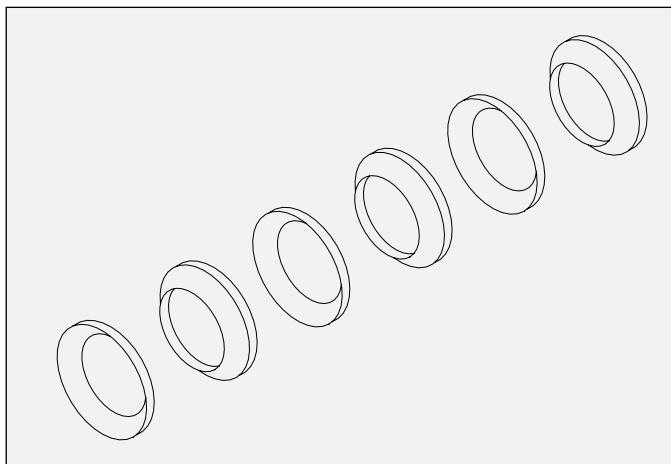

Figura 17: Sequência de montagem da anilha de mola
2. Aparafuse os quatro (4) vedantes chevron no eixo, lados côncavos para a frente (consulte a Figura 17).
11. Coloque as seis (6) anilhas de mola no eixo com as primeira, terceira e quinta com o lado côncavo (copo) virado para a frente. A segunda, quarta e sexta devem ter o lado côncavo virado para trás (consulte a Figura 17).
► Todas as seis (6) anilhas **TÊM** de ser substituídas alternadamente como se mostra na Figura 17 ou o aplicador vai funcionar mal.